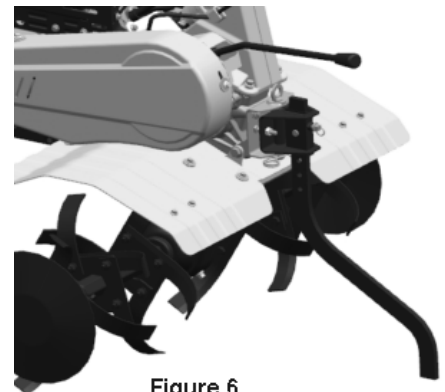

Figure 6
- Regolare l'altezza del pattino di profondità per moderare la profondità di dissodamento. Per aumentare la profondità abbassare la leva, per ridurla alzare la leva (vedere fig. 6).